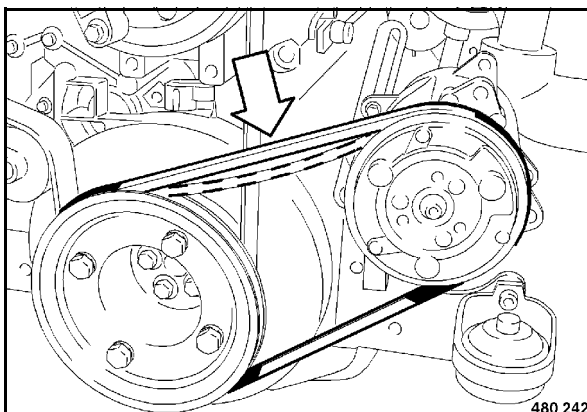

Fig. 169
- Controllare visivamente l'intera circonferenza della cinghia trapezoidale (Fig. 169) per verificare l'eventuale presenza di danni o screpolature.